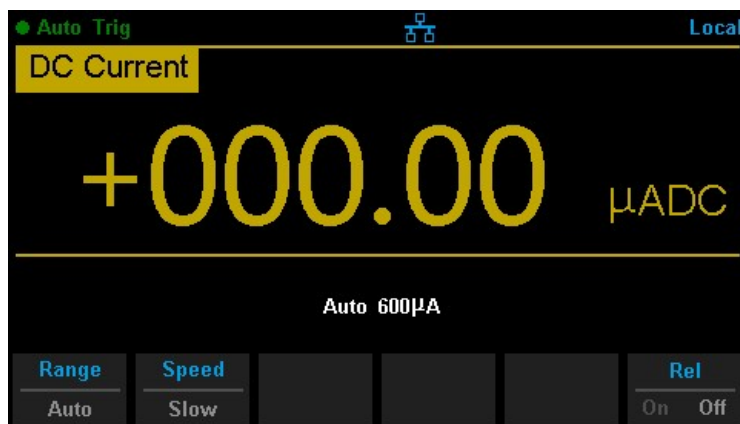

図 2-6 DC 電流測定インターフェース
1. 図 2-6 に示すように、フロントパネルの **Shift** および **DCV** を押して DC 電流測定インターフェースに入ります。